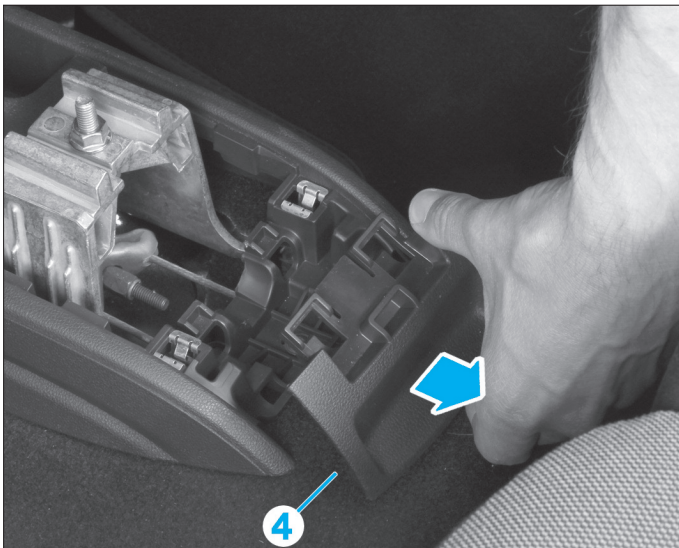

FIG. 10
- Dégrafer le cache (4) de la console centrale de plancher (Fig.10).